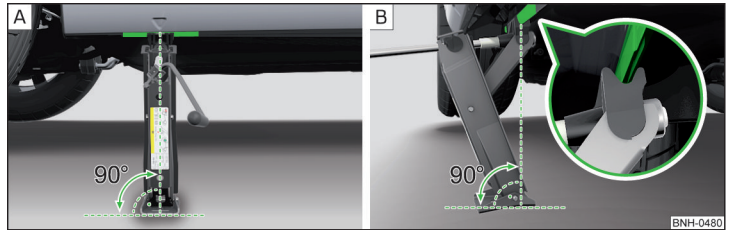

Abb. 163 Wagenheber ansetzen
- › Die Grundplatte des Wagenhebers mit der gesamten Fläche auf einem geraden Untergrund stellen, sodass sich der Heber in senkrechter Position zum Aufnahmesteg befindet » Abb. 163 - **A**.
- › Den Wagenheber mit der Kurbel so weit hoch drehen, bis die Klaue des Hebers den Steg umfasst » Abb. 163 - **B**.